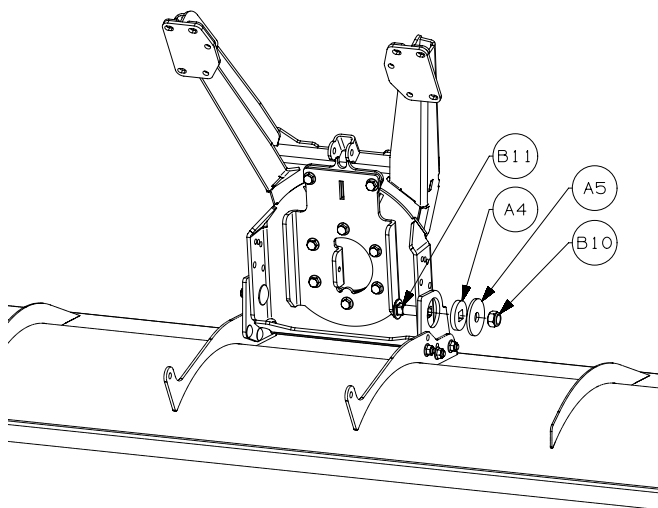

Figura 2
4. Fissare la lama di spalatura al gruppo del tubo di spinta servendosi dei dispositivi di fissaggio (B10, B11), della boccola (A4) e del dispositivo di tenuta della boccola (A5). Serrare alla torsione specificata. Vedere la figura 2.